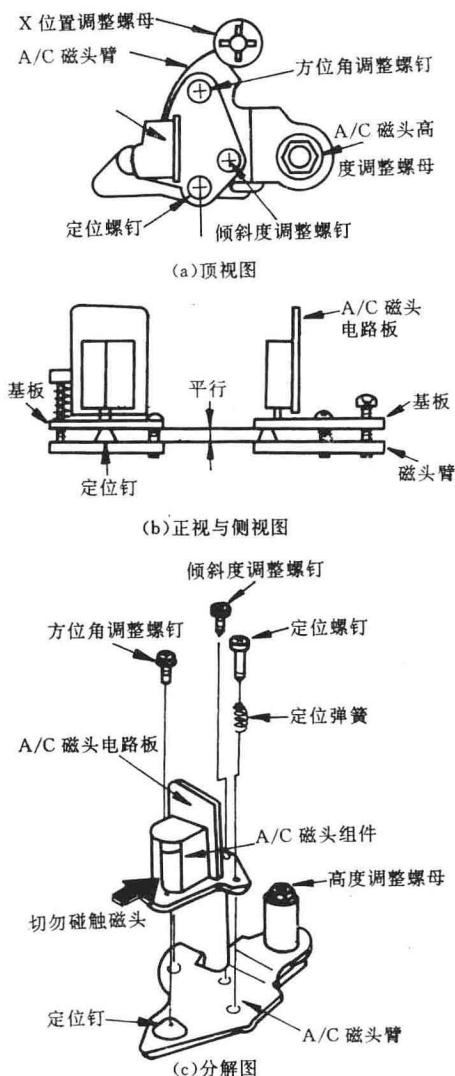
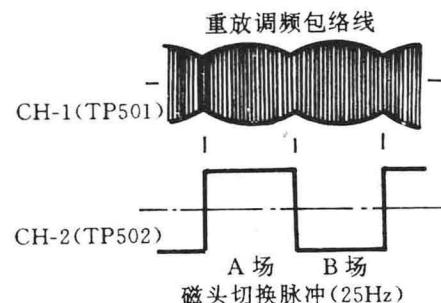

图 12 音/控磁头的拆卸与调整
图 14 重放调频信号波形(色度 TP501)
高度。音/控磁头过高过低, 都不能正确拾取音频信号和控制信号, 造成声音信号减弱或只有噪声, 重放图象出现周期性满屏噪声闪现(无 CTL 信号引起主导轴伺服不良而无法跟踪)。磁头的高度可以通过固定音/控磁头臂的六角形螺帽进行调整, 见图 12。
倾斜度。音/控磁头的工作面应与机芯底板面垂直, 以保证磁带走行的正确高度。如果音/控磁头前倾, 磁带走行时就会上移, 引起磁带上部边沿被挤皱。如果音/控磁头后倾, 磁带会下移而引起下边沿被挤皱。调节图 12 所示的倾斜度调整螺钉就可改变音/控
方位角。音/控磁头的方位角是指磁头的工作缝隙要与磁带走行方向垂直，实际上表现为音/控磁头的左右倾斜度。由于音频磁头在音/控磁头的上端，因此对磁头的左右倾斜最为敏感（方位角误差增大）。音频磁头出现方位角误差，重放声音的高频部分将受到严重损失而引起失真，声音变得沉闷、音量也大为减弱。调节图 12 的方位角调整螺钉，就可以改变音/控磁头的方位角。
(1) 音/控磁头的拆卸更换如图 12。音
(a) 音/控磁头组件的更换。首先按图 12 (a)、(c) 拆去倾斜度调整螺钉、方位角调整螺钉和定位螺钉，即可从音/控磁头臂上取下音/控磁头组件。特别注意不要将定位螺钉上的弹簧丢失。
用拆下的 3 只螺钉依原位置将音/控磁头组件固定在磁头臂上（注意：3 只螺钉的规格形状完全不相同，绝不能用错位置），要保证音/控磁头组件上的基板与磁头臂平行，如图 12 (b)。
(b) 音/控磁头臂组件的更换。按图 12 (c) 所示，用六角扳手卸去高度调整螺帽，并拆去磁头臂上的弹簧，即可将音/控磁头臂组件向上拉出。然后将新的音/控磁头臂组件换上，卡好弹簧，拧上高度调整螺帽。
(a) 倾斜度调整。首先用目测法检查音/控磁头工作面是否与机芯底盘面垂直，也可观察音/控磁头工作面与旁边的导杆柱是否平行。若发现磁头倾斜，调整图 12 中的倾斜度螺钉加以校正。最后放入一盘好磁带进行重放走带，细心观察音/控磁头旁边的导杆柱，看磁带的上、下边沿是否受到导杆柱上、下法兰盘的挤压起皱。若没有此现象，说明磁头基本没有倾斜。
(c) 方位角调整。重放一盘由正常录象机记录有高质量音乐的录象带(以高频丰富的为佳),反复调节图 12 中的方位角螺钉,使录象机输出的音频信号高频好、音量最大为准。
(1) 常规检查。检查音/控磁头的位置(高度、倾斜度、方位角);检查张力杆的位置与张力;检查磁带在经过各导杆导柱时有无边缘起皱的现象。
(2) X 值调整。将双踪示波器接于色度电路板上的测试点 TP501(磁头重放色度包络线)和 TP502(磁头切换开关脉冲),然后重放录有标准黑白图象的磁带,通过触按面板上的跟踪键(+)和(-)到中心位置,再调整图 12(a)中的 X 位置调整螺帽,使示波器上的重放调频信号的包络波形达到最大值,如图 14。
大，如图 14。